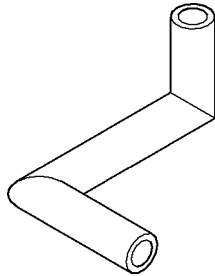

图 13-41 创建扫掠实体示例
以图 13-41 为例，创建三维扫掠实体。
- 5) 首先选择扫掠对象为圆，然后选择多段线为扫掠路径，结果如图 13-41 所示。